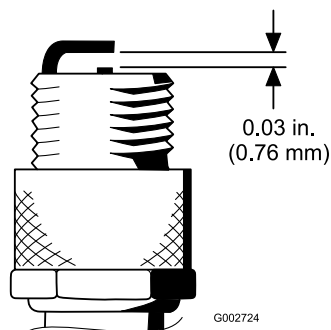

図 28
4. エアギャップを 0.76mm に調整する 図 28を参照。正しく調整された点火プラグをガスケットシールと共にエンジンに取り付け、23N・m 2.3kg・m = 200in・lbにトルク締めする。トルクレンチがない場合は十分に締めつける。